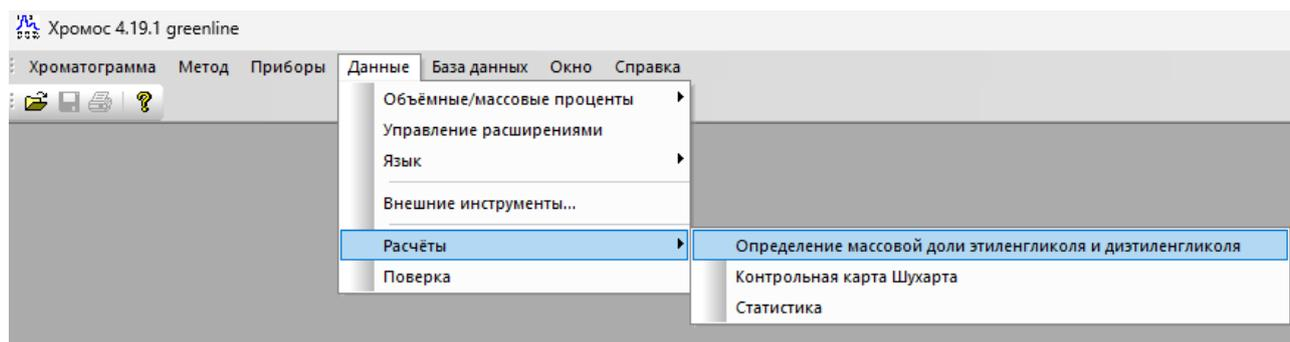

Рис. 2. Запуск дополнения в ПО «Хромос»
2. В меню *Данные* выберите **Расчёты > Определение массовой доли этиленгликоля и диэтиленгликоля**. Откроется окно программы (Рис. 2).